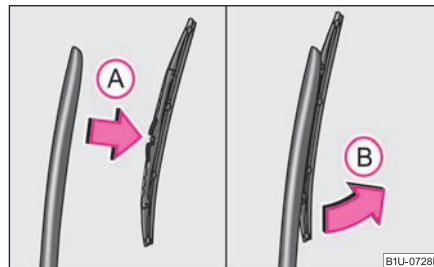

Fig. 52 Lamela ștergătorului lunetei
- Ridicați brațul ștergătorului de pe lunetă ⇒ fig. 52.
- Cu cealaltă mână apucați lamela de mijloc și scoateți-o deplasând-o în direcția indicată de săgeată (B).